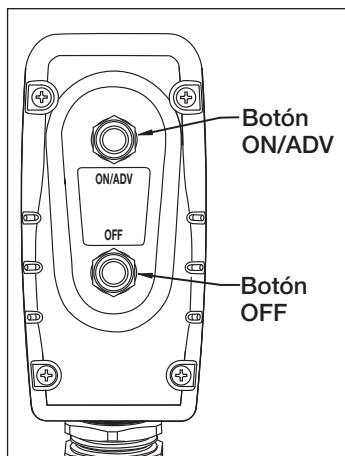

Figura 6, Teclas del control remoto
Véase la Figura 6.
1. Para arrancar la bomba, pulsar el botón “ON/ADV” del mando remoto. Véase la figura 6. El motor arrancará automáticamente y la llave comenzará su avance. La llave continuará avanzando durante el tiempo en que se pulsa el botón. El manómetro indicará la presión en el circuito de avance.